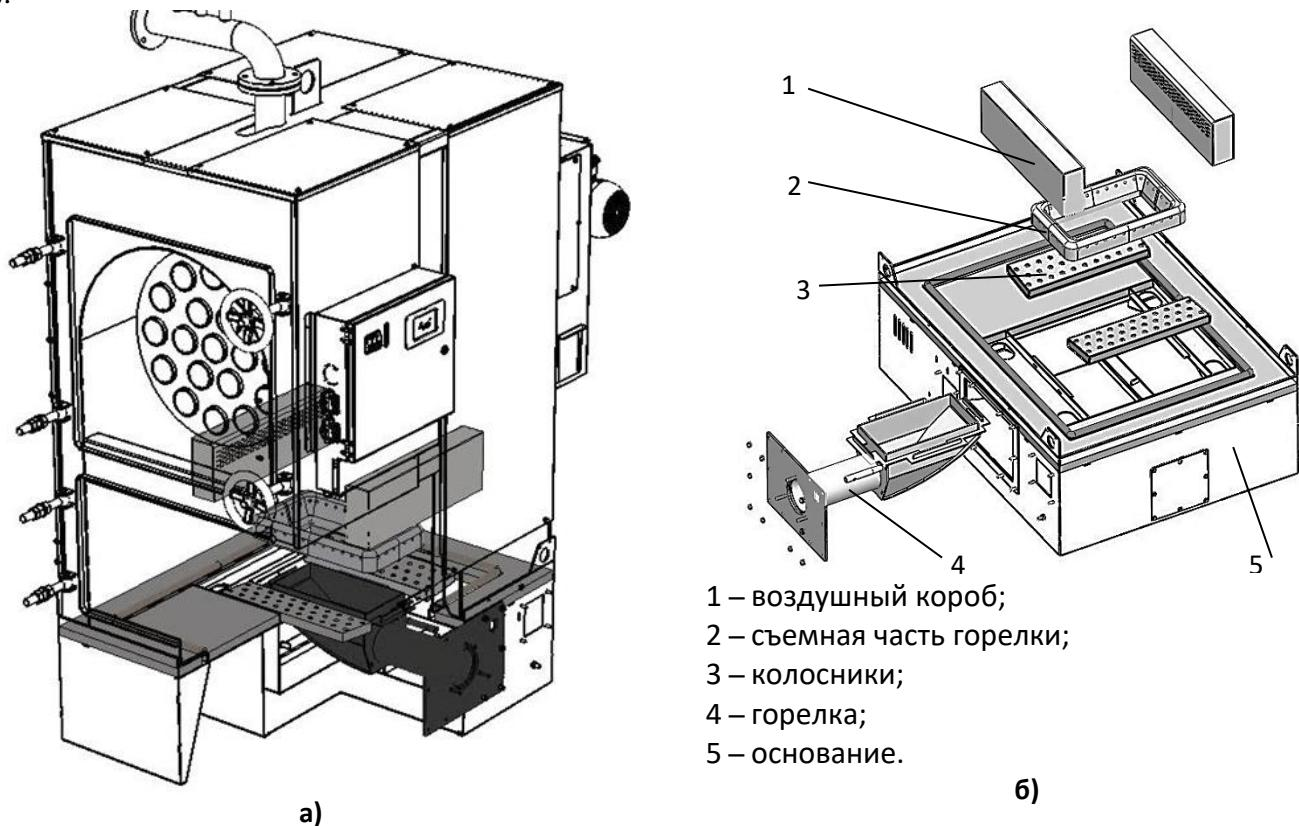
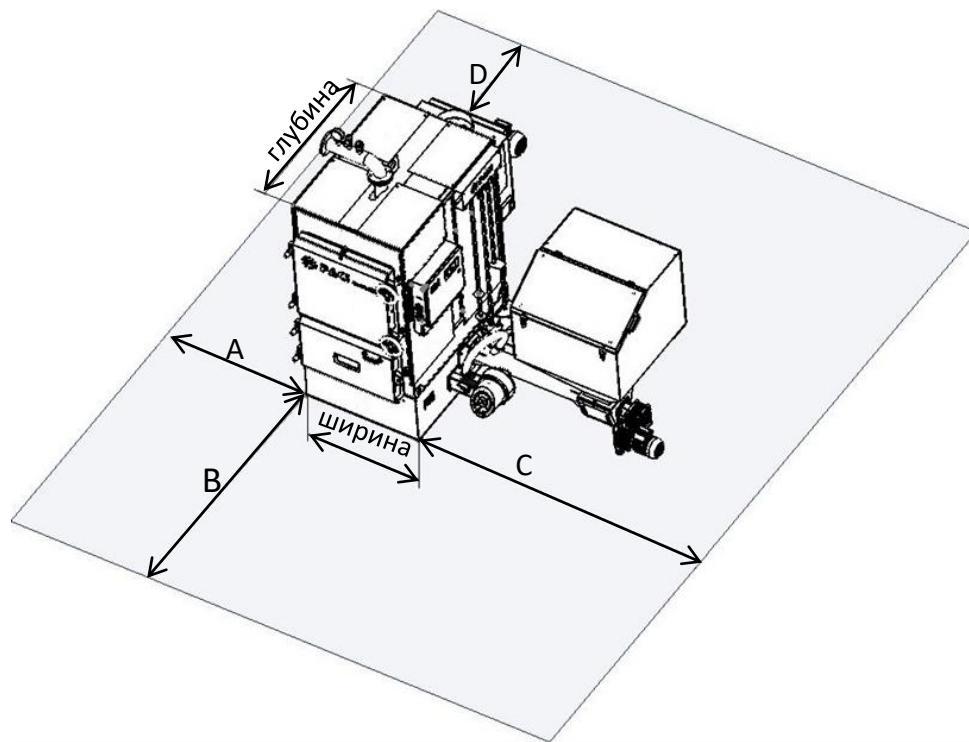

Рис. 12
Рис. 22
Выставляем корпус котла на ровную, очищенную от мусора поверхность, учитывая расстояния от препятствий при монтаже (см. рис. 22). Закрепляем горелку поз. 4 (рис. 12б) к корпусу с внешней стороны, используя гайки M10 (8 шт), шайбы M10 (8 шт). Затягиваем соединение гаечным ключом, не перетягивая резьбу. Колосники укладываем с боков от горелки (см. поз 3 рис 12б). Устанавливаем воздушные короба (поз 1 рис 12б). Съемную горелку поз. 2 устанавливаем на горелку сверху (рис. 12б).
2.6.1.4 При установке котла в котельной необходимо соблюдать требования выдерживания свободных расстояний до ближайших препятствий (рис. 22). В указанных размерах свободных расстояний не должно находиться никаких предметов, ни трубопроводов, ни других элементов котельной. Указанные технологические проходы должны быть свободны для доступа в любое время и ничем не загромождены.
Обозначение на рис. 22	Требуемое значение размера.